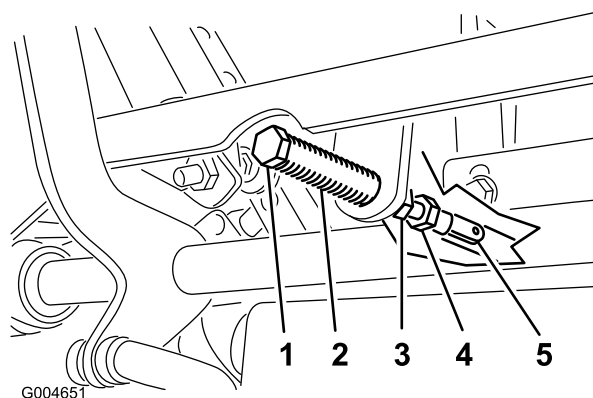

Figure 70
5. Tirez-le ensuite en arrière jusqu'à ce que l'axe de chape (situé sur un bras au-dessus de l'axe de pivot) touche l'extrémité de l'encoche (c.-à-d. commence juste à appuyer sur le ressort) (Figure 70).
7. Si un réglage s'impose, desserrez l'écrou et l'écrou de blocage vissés contre la chape (Figure 70).
8. Appliquez une légère pression à l'arrière du levier, et tournez la tête du boulon de réglage dans le sens voulu pour centrer le levier à la position de verrouillage au point mort (Figure 70).
9. Serrez l'écrou et l'écrou de blocage (Figure 70).
9. Serrez les écrous de blocage contre les rotules (Figure 70).